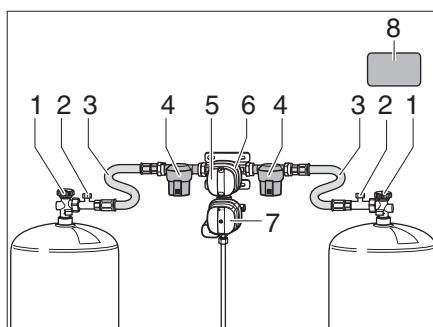
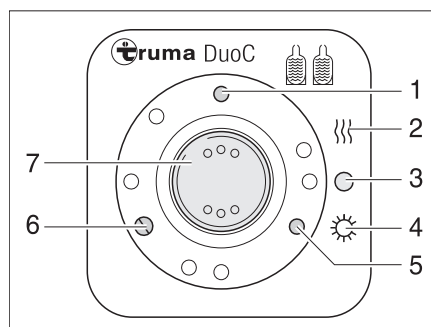
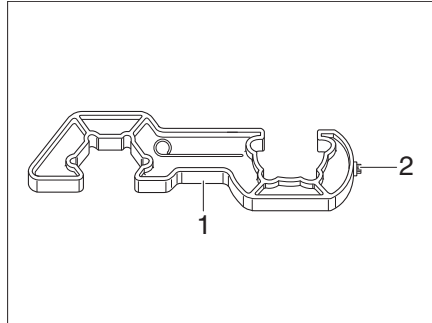
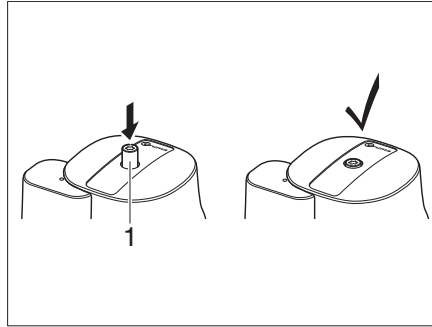

Fig. 83 Instalación de conmutación DuoControl
Fig. 84 Unidad de mando
Fig. 86 Elemento auxiliar de enroscado
Fig. 87 Crashsensor
La instalación de conmutación DuoControl consta de un regulador de conmutación (Fig. 83,6) y la unidad de mando (Fig. 84). El regulador de conmutación está montado entre las mangueras de alta presión (Fig. 83,3). Con el botón giratorio (Fig. 83,5) en el regulador de conmutación se puede determinar cuál de las bombonas de gas se usará como bombona de servicio y cuál bombona de gas como bombona de reserva.
El regulador de conmutación (Fig. 83,6) está equipado con el deshelador de reguladores Eis-Ex. De este modo se evitarán averías en la instalación de gas en el invierno.
Delante del regulador de conmutación está a cada lado un filtro de gas (Fig. 83,4), que protege la instalación de gas contra la contaminación con aceite y los ensuciamientos.
En la unidad de mando (Fig. 84) únicamente pueden conmutarse las funciones eléctricas. Las llaves de paso principales (Fig. 83,1) de las bombonas de gas deben abrirse a mano.
El regulador de conmutación garantiza una presión del gas constante, independientemente de cuál bombona de gas está suministrando el gas. Las dos luces de control en la unidad de mando indican el nivel de llenado de la bombona de servicio. Cuando la luz de control verde (Fig. 84,6) se ilumina, la bombona de servicio está llena. Cuando la luz de control roja (Fig. 84,5) se ilumina, la bombona de servicio está vacía. El suministro de gas se realiza entonces a través de la bombona de reserva.
- Abrir las llaves de paso principales (Fig. 83,1) de las bombonas de gas.
- Con el botón giratorio (Fig. 83,5) en el regulador de conmutación (Fig. 83,6), seleccionar la bombona de gas de la cual se debe tomar el gas preferentemente (bombona de servicio).
- Poner el interruptor basculante (Fig. 84,7) en "O" (Fig. 84,3). La luz de control amarilla (Fig. 84,1) se apaga.
Las luces de control en la unidad de mando (Fig. 84,5 y 6) indican en el interior del vehículo si la bombona de servicio está lista para el funcionamiento.
Si durante el funcionamiento la luz de control verde (Fig. 84,6) se apaga y la luz de control rojo (Fig. 84,5) se enciende, la bombona de gas seleccionada como bombona de servicio está vacía y debe cambiarse. La bombona de reserva seguirá suministrando gas a los consumidores de gas.
- ▶ Para enroscar y desenroscar las mangueras de alta presión, utilizar el elemento auxiliar de atornillado (Fig. 86,1). Garantiza el par de apriete necesario y evita que se produzcan daños en la unión atornillada por el uso de una herramienta incorrecta.
- Cerrar la llave de paso principal (Fig. 83,1) de la bombona de gas vacía.
- Desenroscar la manguera de alta presión (Fig. 83,3) de la bombona de gas con el elemento auxiliar de enroscado (Fig. 86).
- Conectar la bombona de gas llena a la manguera de alta presión (Fig. 83,3).
- Abrir la llave de paso principal (Fig. 83,1) de la bombona de gas.
- Girar el botón giratorio (Fig. 83,5) en el regulador de conmutación (Fig. 83,6) una media vuelta, de tal manera que la bombona de gas cambiada sirva de bombona de reserva.
- Presionar el botón (Fig. 83,2) del dispositivo de seguridad en caso de rotura de manguera en la manguera de alta presión, para activarlo.
- Si es necesario, presionar el botón de reposición (Fig. 87,1) en el Crashsensor.
- ▶ Observar el adhesivo de seguridad (Fig. 83,8) en la caja para bombonas de gas.
- Utilizar el Torx T20 (Fig. 86,2) en el elemento auxiliar de atornillado para presionar hacia dentro el botón de desbloqueo (Fig. 87,1), girar ligeramente en sentido horario y mantenerlo durante 5 segundos. El Crashsensor está listo para el funcionamiento cuando el botón de desbloqueo (Fig. 87,1) permanece en la posición hundida.
- Después de cambiar la bombona de gas, presionar con fuerza el botón verde (Fig. 83,2) en la manguera de alta presión (Fig. 83,3).